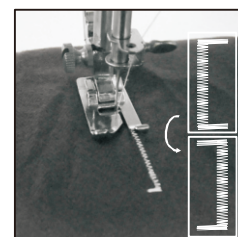

Fig.18
- (5) Lyft pressarfoten, sväng tyget 180 grader (fig.18).